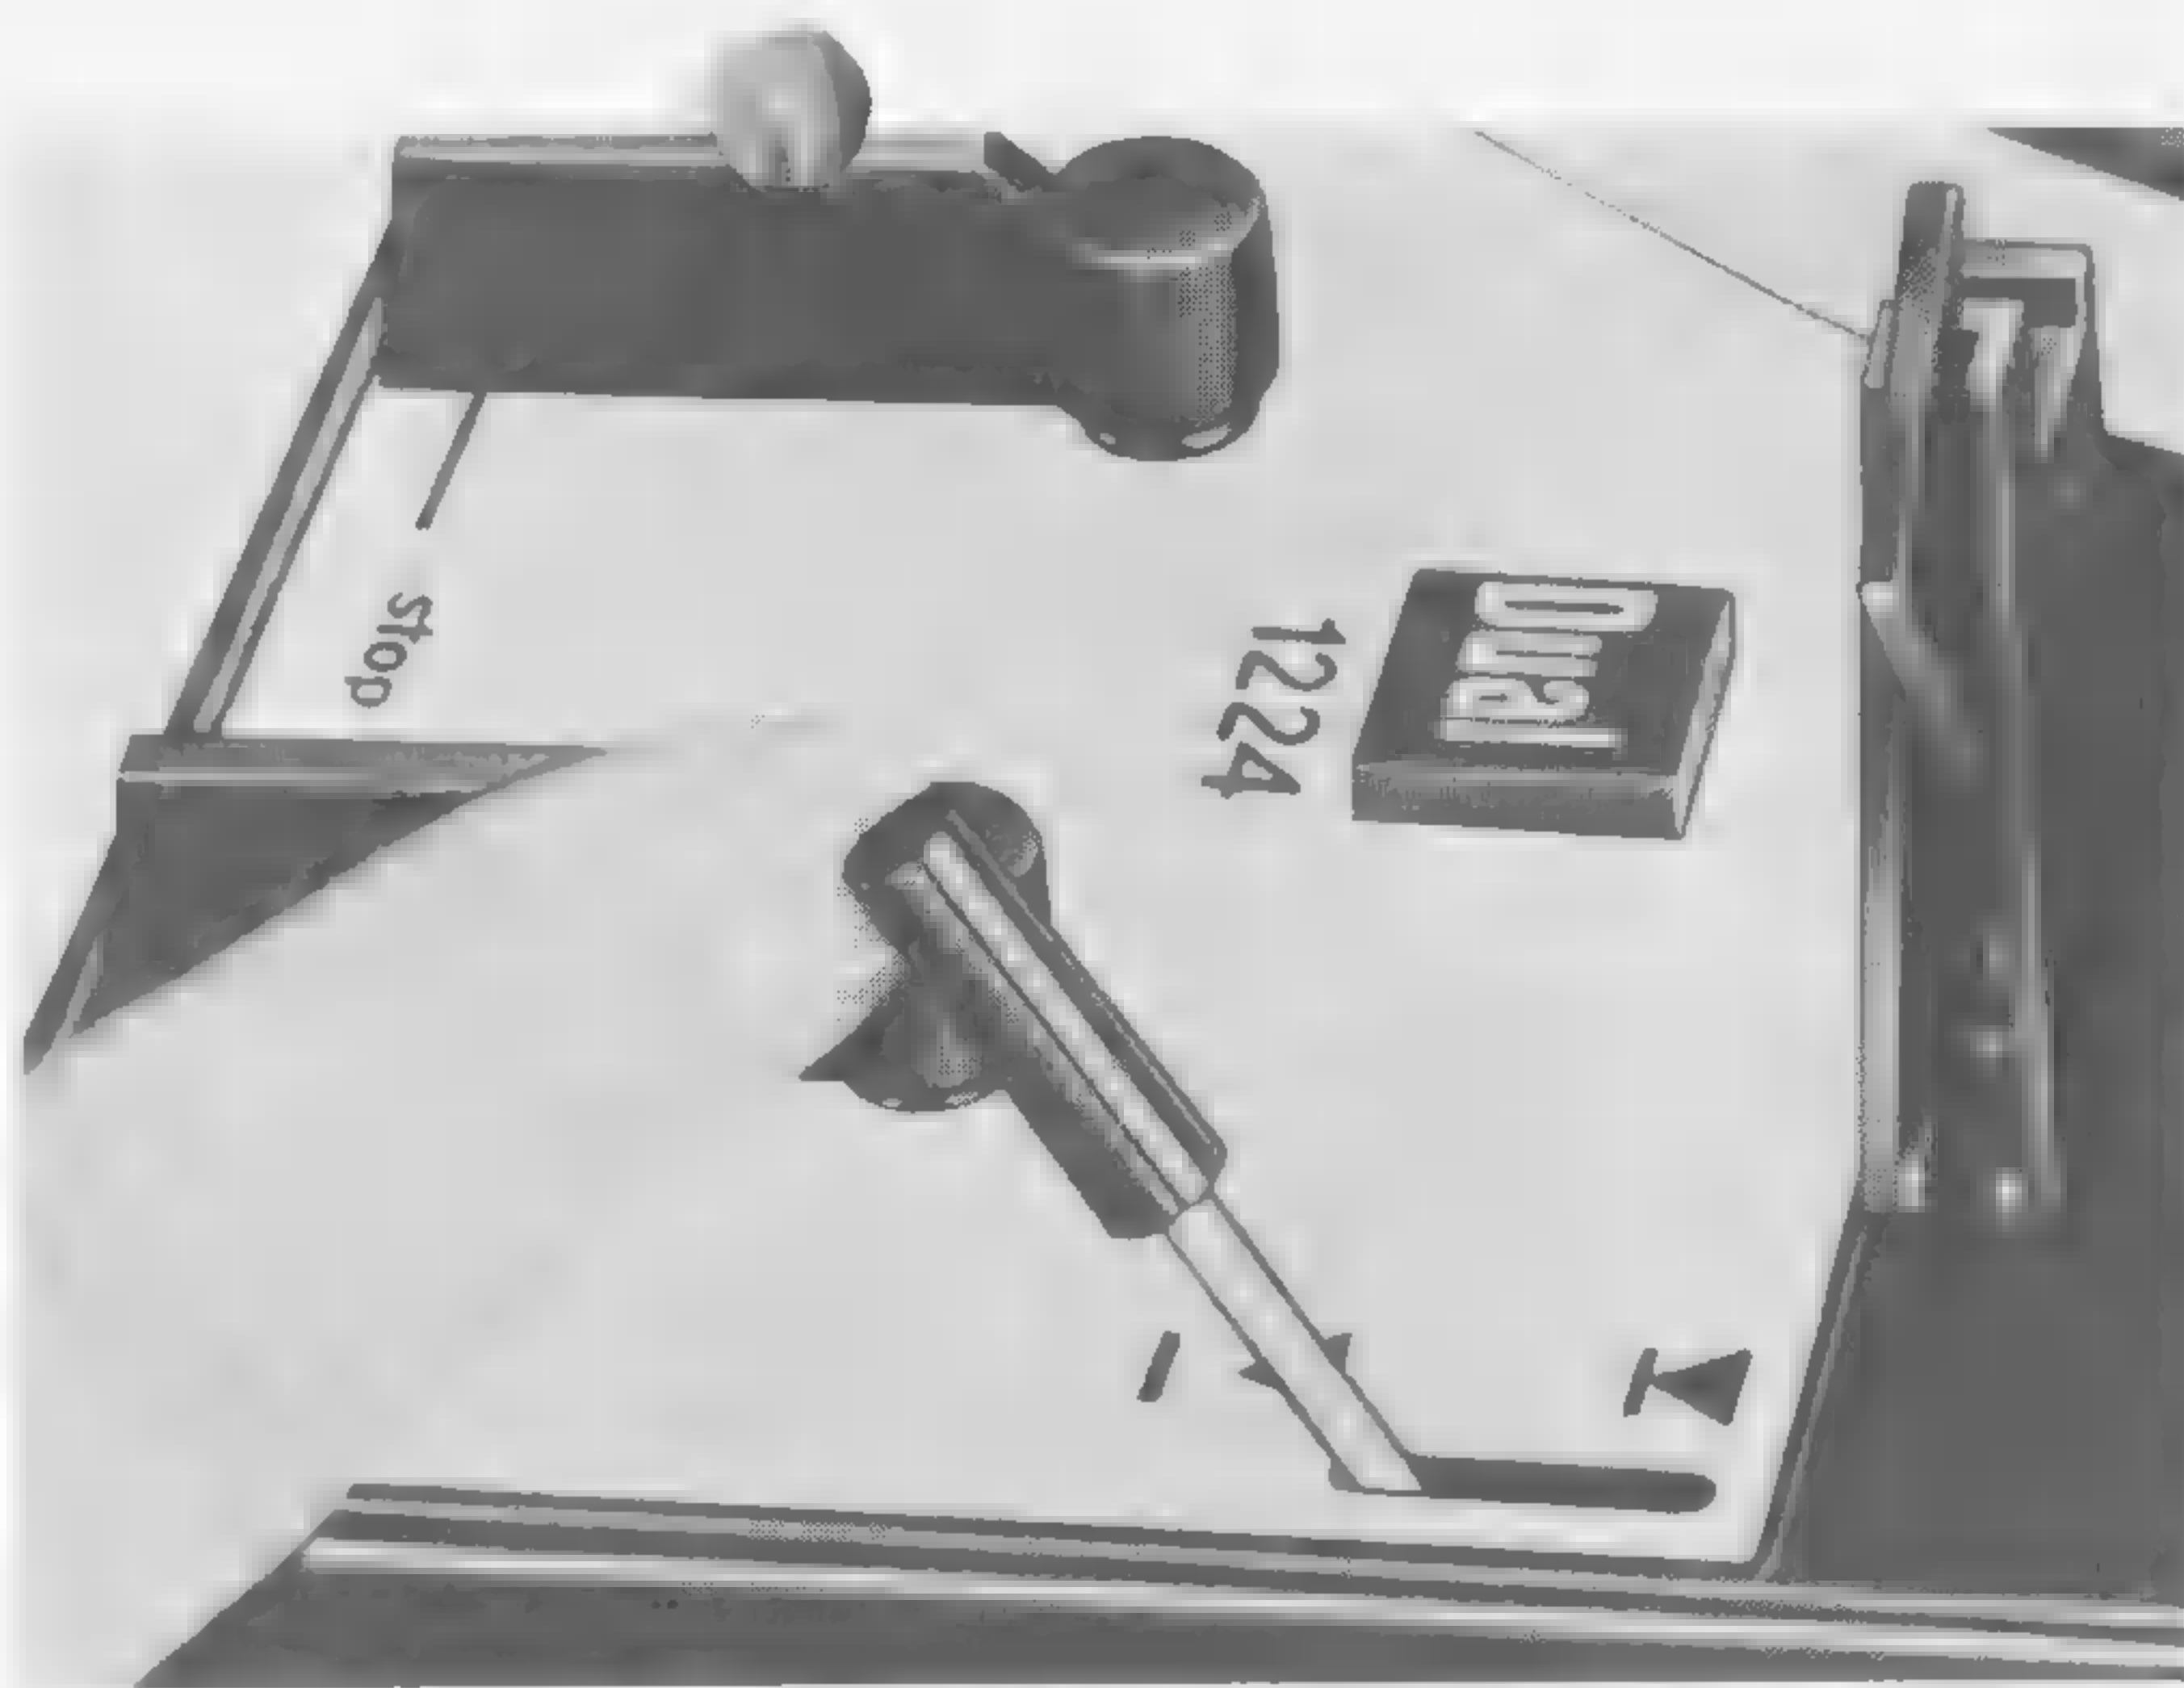

Fig. 10
De lange wisselas (24) of de dikke afwerpspindel (26) zo insteken, dat de pen opzij in de gleuf van de lagerbus komt (fig. 10). Dan de wisselas naar beneden drukken en naar rechts draaien, tot deze stuit.